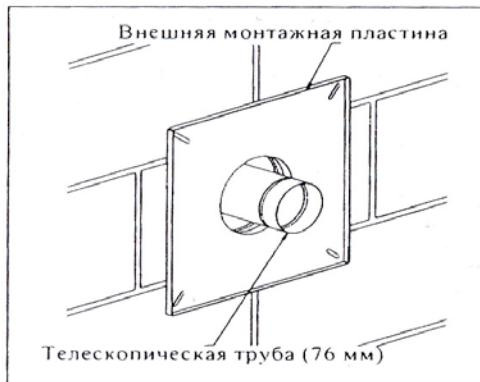

Рис. 10
9. Вставьте 127 мм. трубу снаружи здания через отверстие в стене до положения, когда внешняя монтажная плата коснется стены. (См. рис. 10).